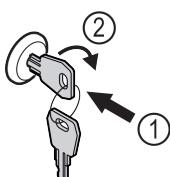

Fig. 171
- Ispauskite raktą Fig. 171 (1).
- Pasukite raktą 90° pagal laikrodžio rodyklę Fig. 171 (2).